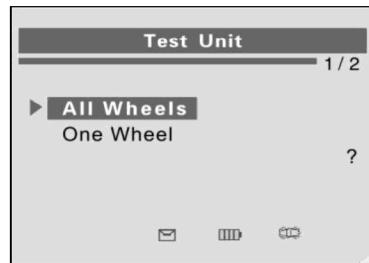

Рисунок 2-13
- 2) В меню **Test Unit** [Тип проверки] с помощью **кнопок прокрутки вверх/вниз** выберите пункт **All Wheels** [Все колеса] или **One Wheel** [Одно колесо], чтобы проверить датчики давления в шинах. См. рисунок 2-13.